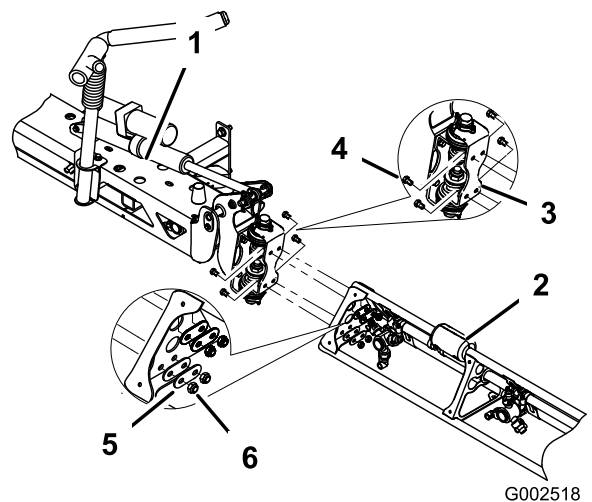

Figura 27
- Montate la barra di prolunga sulla barra centrale al perno di incernieramento con i quattro bulloni, le quattro rondelle e i quattro dadi tolti alla voce 6, come illustrato nella Figura 27.